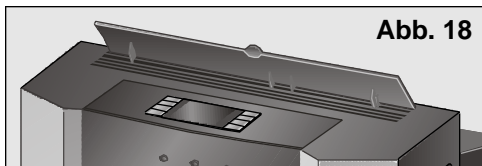

Abb. 18
- Öffnen Sie die Luftleitklappe auf der Geräteoberseite, **Abb. 18**.